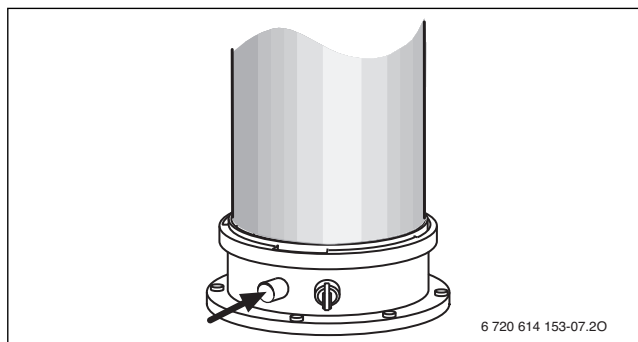

Fig. 35 Orificiu de măsurare a gazelor arse
- Deschideți șurubul micrometric pentru presiunea diferențială a vanei de gaz (→ Fig. 35).